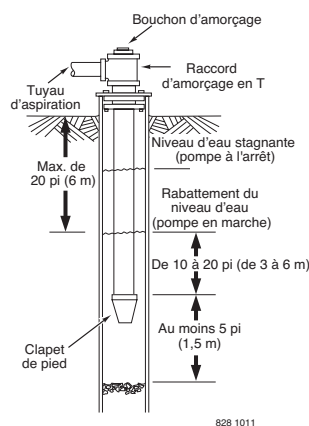

FIGURE 1 – INSTALLATION D'UN PUIT TUBÉ OU CREUSÉ
5. Si vous utilisez un clapet de pied, il est recommandé d'utiliser un raccord en T et un bouchon d'amorçage (figure 1).
5. Si un tuyau horizontal plus long doit être utilisé, installez un raccord d'amorçage en T entre le clapet de non-retour et la tête de puits (figure 1). Utilisez la nomenclature 80 ou un tuyau de fer.